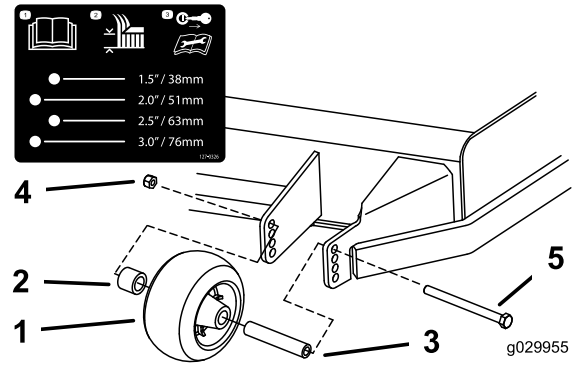
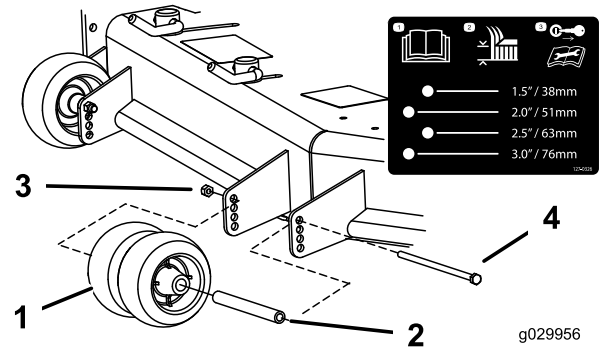
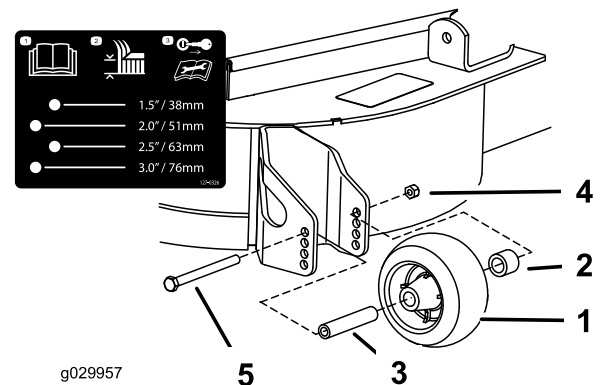

Figura 32
Figura 33
Figura 34
3. Regolate i rulli antistrappo come illustrato in **Figura 32**, **Figura 33** e **Figura 34**.